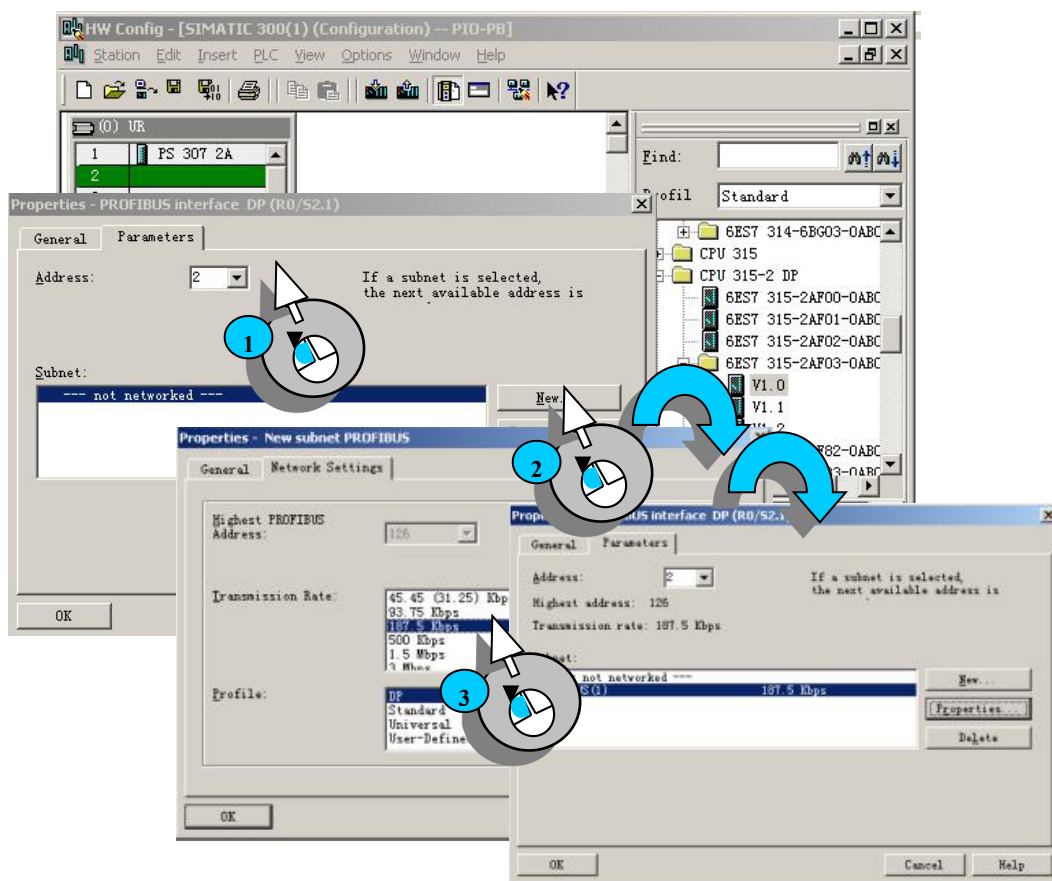

图 2-10 添加 PROFIBUS 连接
在下图选中第二个插槽，添加主站，并设置PROFIBUS的地址为2，见步骤①，点击 “New”并且为DP主站添加PROFIBUS连接，见步骤②至步骤③。在打开的窗口中设置DP的波特率为187.5K，再点击 “OK”即可，见图2-10：